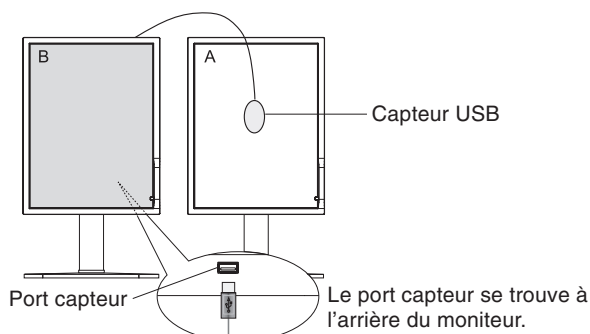

Figure 7
- Pour afficher le menu CALIBRAGE, branchez le capteur USB au port capteur (Figure 7) ou sélectionnez CALIBRAGE dans le menu avancé (page 20).
- Lors de la procédure, on vous demandera de placer le capteur USB au centre du panneau de l'écran A (Figure 10). Inclinez le panneau d'affichage d'environ 5° vers l'arrière et placez le capteur USB au centre du panneau d'affichage (Figure 7).